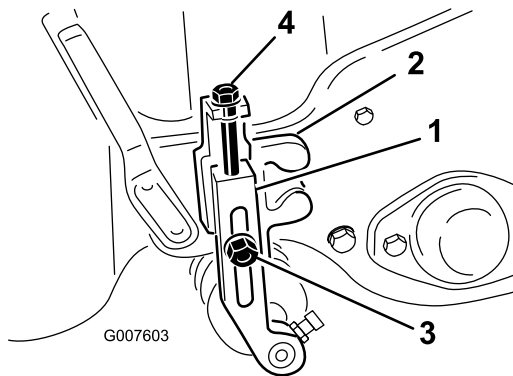

Bild 48
2. Lösen Sie die Sicherungsmuttern, die die Schnitthöhen-einstellarme zur Schnitthöhen-einstellhalterungen festlegen (Bild 48).